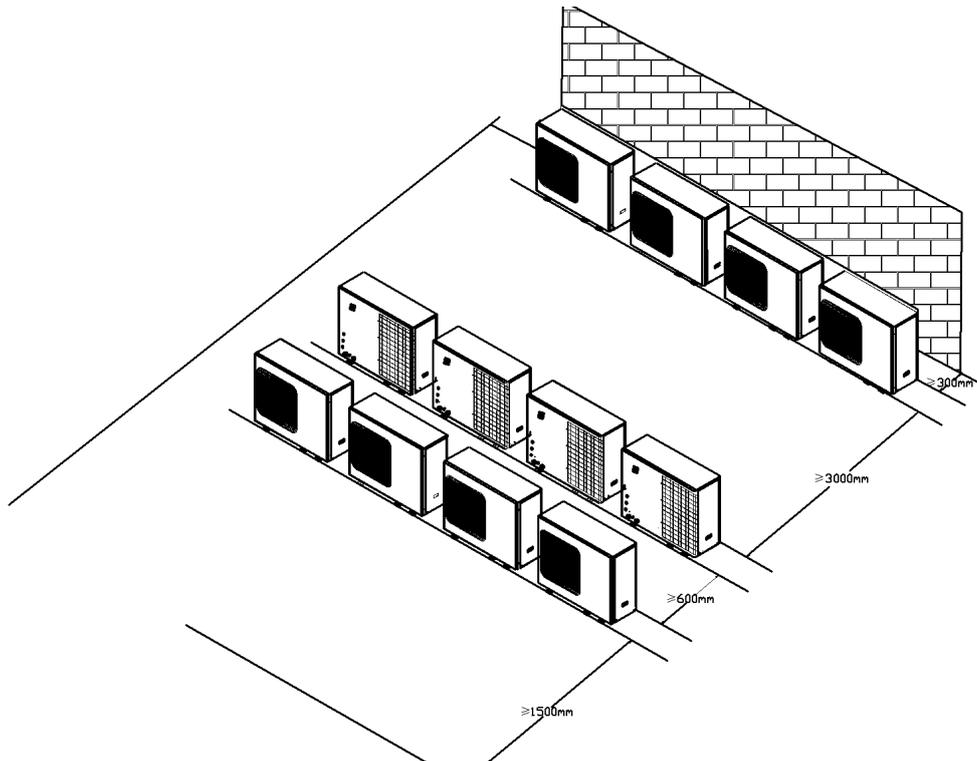

Рисунок 4-11
2. Багаторядне встановлення на даху тощо. (Детальніше див. рисунок 4-11 нижче).